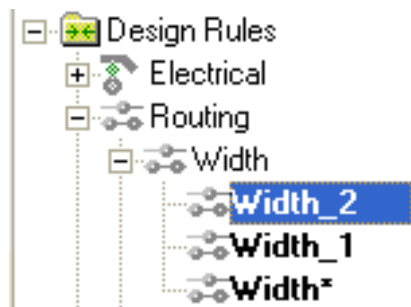

图3-19 添加Width_1、Width_2线宽规则
- （1）在Design Rules规则面板的Width类被选择时，右击并选择New Rule，一个新的名为Width_1的规则出现；然后鼠标再右击并选择New Rule，一个新的名为Width_2的规则出现，如图3-19所示。